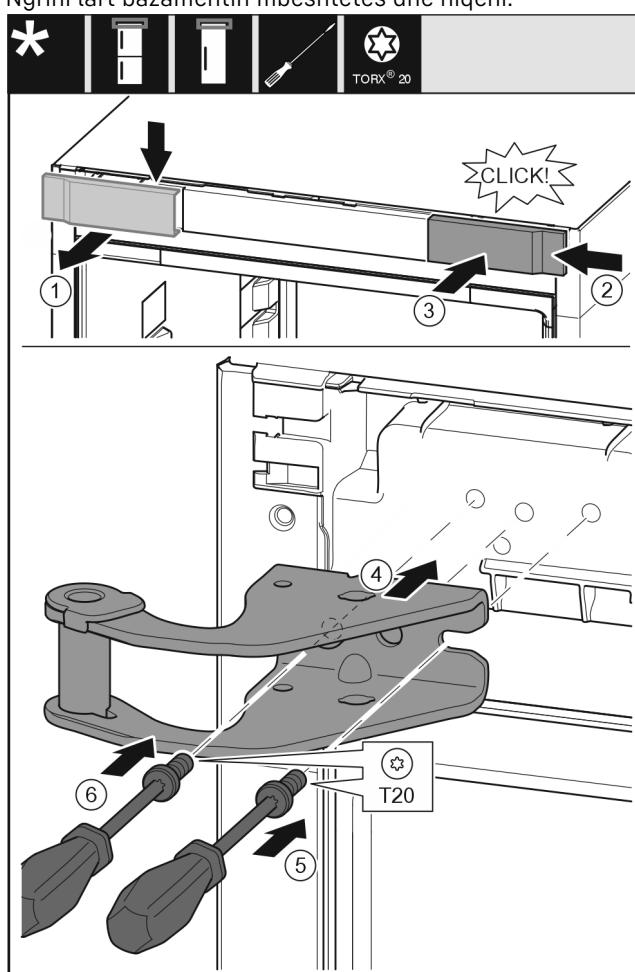

Fig. 9
- Hiqni kapakun mbulues nga lart duke e tërhequr përpëra. Fig. 9 (1)
- Futni kapakun të rrotulluar me 180°, në anën tjetër nga e djathta. Fig. 9 (2)
- Mbërtheni në vend kapakun mbulues. Fig. 9 (3)
- Vendosni bazamentin mbështetës të sipërm. Fig. 9 (4)
- Vendosi vidën me një kaçavidë T20 dhe shtrëngojeni fort. Fig. 9 (5)
- Futni në vend vidën me një kaçavidë T20 dhe shtrëngojeni fort. Fig. 9 (6)